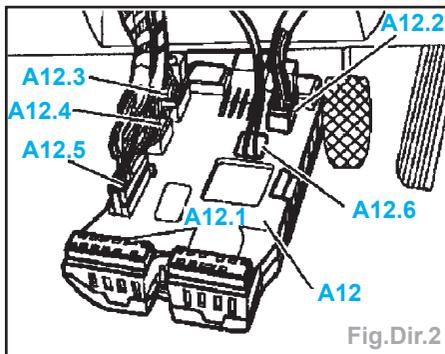

Fig.Dir.2
- Débrancher le connecteur électrique «A12.2» du boîtier interconnexion (Fig. Dir.2).